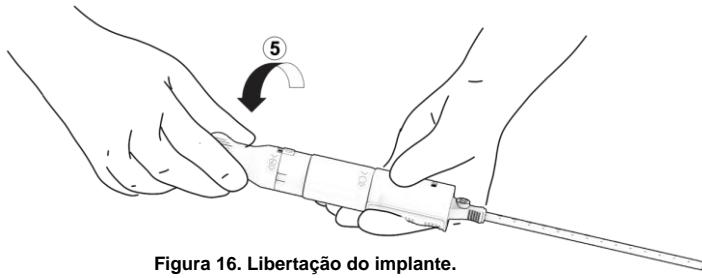

Figura 16. Liberação do implante.
- a. Coloque a mão livre no came de libertação, marcado com "5", e rode parcialmente esta secção de preensão 90° na direção indicada pelas primeiras marcações de alinhamento. Figura 16. O implante está agora na configuração de totalmente colocado, mas ainda fixo na pega do dispositivo.